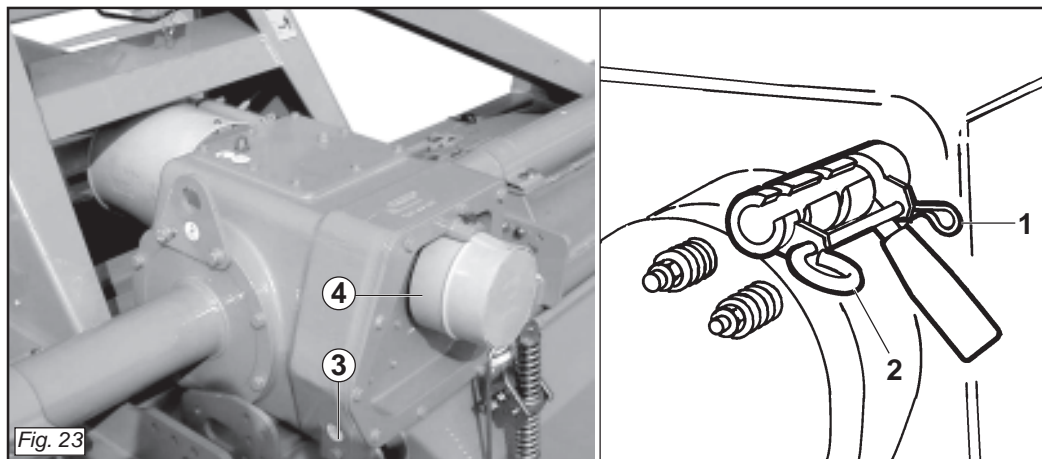

Fig. 23
To change the speed, remove the safety split pin (1 Fig. 23), remove the rod (2 Fig. 23) that locks the gear lever in position and then move the lever itself to the desired position.
Die Maschine ist mit einem Schalthebel mit drei Stellungen ausgestattet (Abb. 23), der je nach den beiden Zahnradern, die hinten positioniert sind, zwei unterschiedliche Drehzahlbereiche für die Rotation der Messertragerotoren liefern kann. Das ist auf unebenem Gelände sehr nützlich, weil es die Bearbeitung des Bodens vereinfacht und die Fahrgeschwindigkeit des Schleppers konstant gehalten werden kann.
Um einen anderen Gang zu erhalten, den Sicherungssplint (1 Abb. 23) herausziehen, die Stange (2 Abb. 23) entfernen, mit der der Gangschalthebel blockiert wird, um den Hebel dann in die gewünschte Stellung zu bringen. Die Stange und den Sicherungssplint anschließend wieder montieren.
La machine est équipée d'une boîte à trois vitesses, avec commande par levier (Fig. 23). Suivant le couple d'engrenages placés à l'arrière, il peut fournir deux gammes différentes de valeurs de rotation des rotors porte-couteaux.
Pour changer de vitesse il faut retirer la goupille de sécurité (1 Fig. 23), déposer la tige (2 Fig. 23) qui bloque le levier de vitesses pour pouvoir le déplacer sur la sélection désirée. Ensuite remonter la tige et la goupille de sécurité.
La máquinas está equipada con un cambio de palanca de tres velocidades (Fig. 23) que en base al par de engranajes emplazados en posición posterior puede suministrar dos diversas gamas de valores de rotación de los rotores porta-cuchillas. Es muy útil para terrenos no uniformes, ya que facilita el trabajo sobre el terreno, manteniendo constante la velocidad de marcha del tractor.
Para cambiar velocidad es necesario extraer el pasador de seguridad (1 Fig. 23), quitar la varilla (2 Fig. 23) que bloquea en posición la palanca de las marchas y luego desplazar la palanca misma en la selección deseada.
- scaricare l'olio dalla scatola cambio svitando il tappo inferiore (3 Fig. 23);
- rimuovere il coperchio (4 Fig. 23) con cura per non danneggiare il paraolio posizionato in corrispondenza dell'albero della presa di forza uscente e l'anello OR;
- drain the oil from the gearbox by unscrewing the lower plug (3 Fig. 23);
- remove the cover (4 Fig. 23) with care to prevent damage to the oil seal installed on a level with the output PTO shaft and the OR ring;
- Das Öl aus dem Getriebegehäuse ablassen, indem man den unteren Stopfen (3 Abb. 23) abschraubt.
- Den Deckel (4 Abb. 23) sorgfältig abnehmen, um die Öldichtung auf dem austretenden Zapfwellenstummel und den O-Ring nicht zu beschädigen.
- laissez sortir l'huile de la boîte de vitesses après avoir dévissé le bouchon en bas (3 Fig. 23);
- enlevez le couvercle (4 Fig. 23) en faisant attention à ne pas endommager le joint pare-huile qui se trouve au niveau de l'arbre de sortie de la prise de force et le joint d'étanchéité;
- descargar el aceite de la caja de cambios desenroscando el tapón inferior (3 Fig. 23).
- quitar la tapa (4 Fig. 23) con cuidado para no dañar el guardagotas empujado en coincidencia con el eje de la toma de fuerza de salida y el anillo OR.